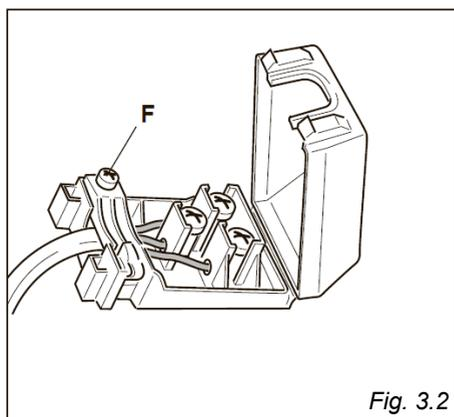

Fig. 3.2
- Abra o prensa-cabos desenroscando o parafuso “F” (fig. 3.2), desaparafuse os parafusos do terminal e remova o cabo.